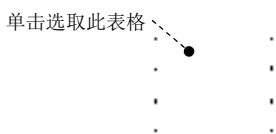
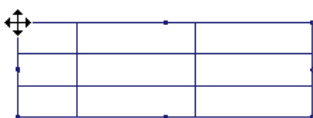

图 6.3.1 选取表格
图 6.3.2 处于选中状态的表格
Step2. 单击图 6.3.1 所示的表格，移动光标到轮廓的某一角上，直至光标变成一个四向箭头，如图 6.3.2 所示。
Step1. 按住鼠标左键框选图 6.3.1 所示的表格，在功能选项卡区域的 **表** 选项卡中选择 **表** 下拉菜单中的 **移动特殊** 命令，系统提示 **从选定的项选择一点，执行特殊移动。**，选取表格上的一个基准点，如图 6.3.4 所示。